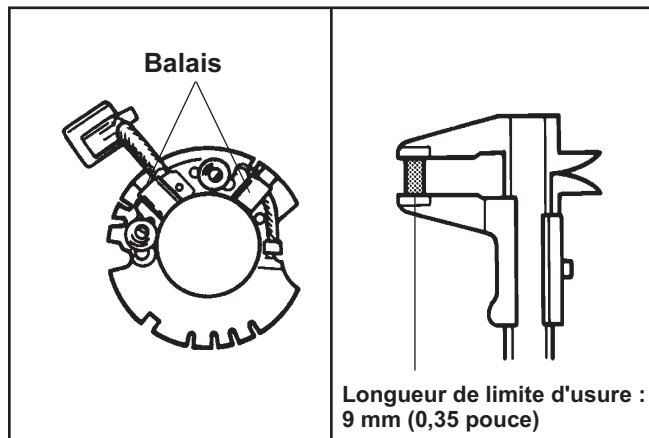

Figure 8-44. Vérification de balai.
2. Inspecter les balais et les ressorts pour détecter tout signe d'usure, de fatigue et tout dommage. Mesurer la longueur de chaque balai. La longueur minimale des balais doit être de **9 mm (0,350 pouce)**. Voir la figure 8-44. Remplacer l'ensemble de la plaque à balais si l'état des pièces n'est pas conforme aux spécifications ou douteux.